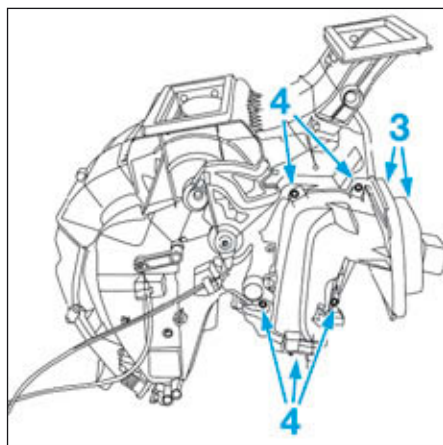

FIG.10
- Décoller délicatement les mousses (3) (Fig.10).
- Déposer les vis (4) du cache en plastique latéral.
- Recoller les mousses (3) (Fig.10).